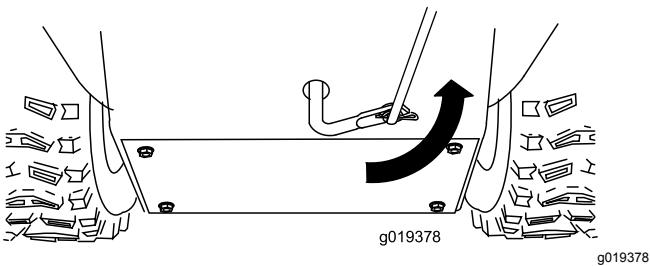

Bild 8
5. Drehen Sie den Unterlenkerarm ganz nach oben (gegen den Uhrzeigersinn), wie in **Bild 8** dargestellt.